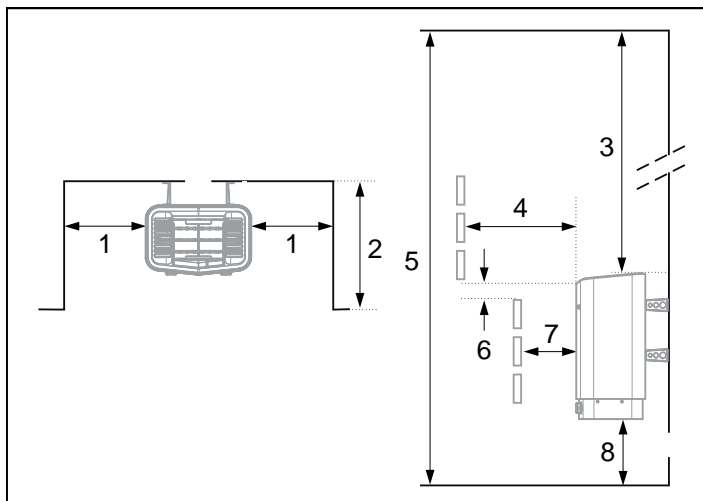

Fig 3: Рисунок 3: Размещение каменки – установка в нише
- У той же стены что и дверь (только в исключительном случае у боковой стены, но тогда как можно ближе к дверному проему). Возможно размещение каменки в нише (см. Рисунок 3, страница 18).
Установите устройство на безопасном расстоянии от пола, боковых стен и элементов интерьера (см. Рисунок 3, страница 18).